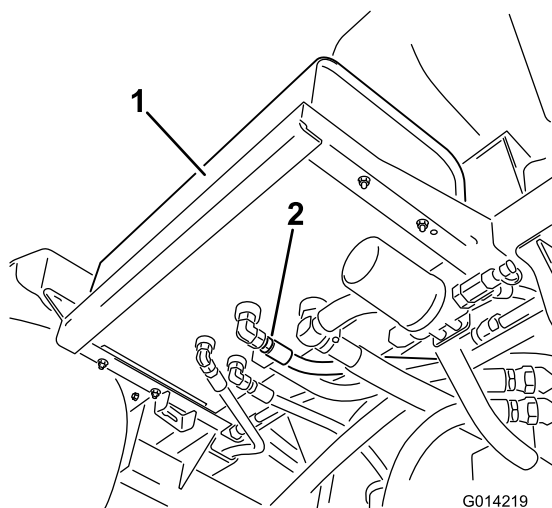

Figure 143
2. Limpie la zona alrededor del acoplamiento de uno de los manguitos hidráulicos, en la parte inferior del depósito de fluido hidráulico (Figure 143).
4. Retire el acoplamiento de manguera del depósito y deje fluir el fluido al recipiente (Figure 143).